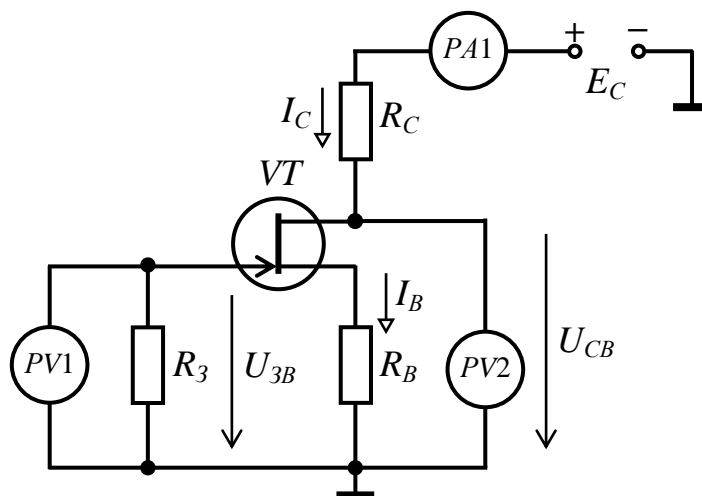

Рисунок 3 – Принципова електрична схема для дослідження режиму спокою підсилювача на польовому транзисторі з керованим  $p-n$  переходом
1.3. Скласти принципову електричну схему для дослідження підсилювального каскаду на польовому транзисторі з керованим  $p-n$  переходом (рис. 3), вказати призначення елементів схеми.